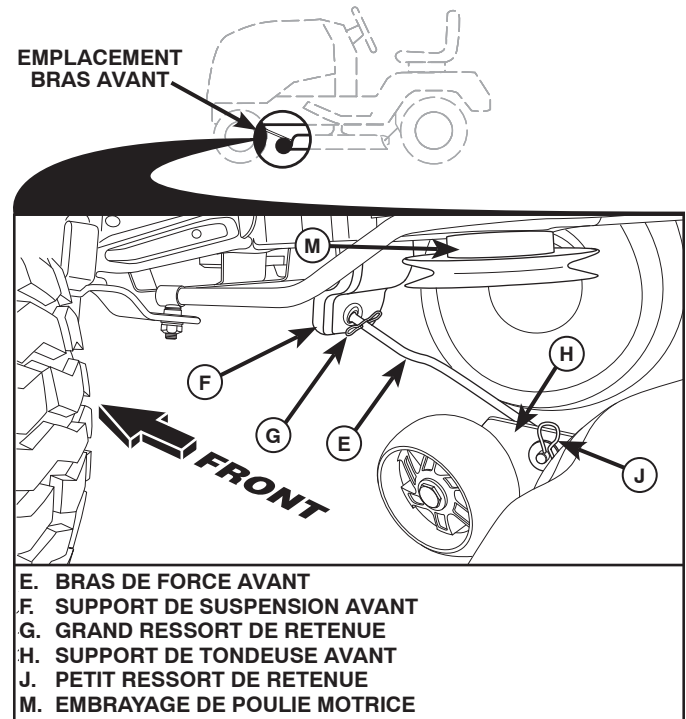

Fig. 35
8. ATTACHER LE BRAS AVANT (E) (Voir la Fig. 35)
- Depuis le devant du tracteur, insérer l'extrémité de la tige du bras avant (E) dans le trou dans le support de suspension avant du tracteur (F).
- Déplacer vers le côté gauche de la tondeuse et insérer un grand ressort de retenue (G) dans le trou devant le bras (E) derrière le support de suspension avant (F).
- Insérer une autre extrémité du bras (E) dans le trou dans le support avant de la tondeuse (H) et fixer avec une rondelle et un petit ressort de retenue (J).